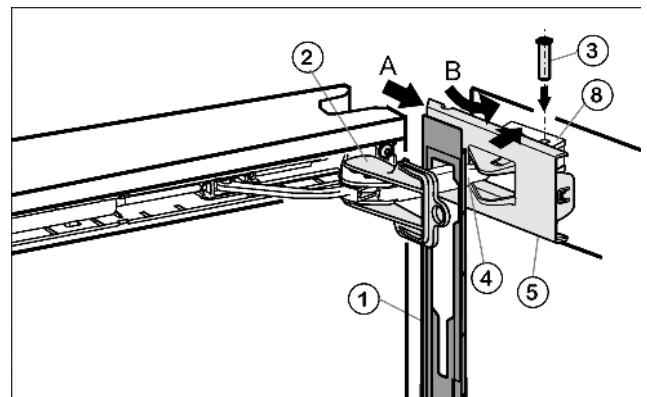

Fig. 16
- ▶ Afdekplaat *Fig. 16 (1)* op de demperbeugel *Fig. 16 (4)* inhangen zodat de sluihaken naar binnen wijzen en de voorkant naar het apparaat.
- ▶ Afdekking *Fig. 16 (5)* van buiten af opschuiven (A) en via het lagergedeelte *Fig. 16 (8)* draaien (B).
- ▶ Afdekking *Fig. 16 (5)* plaatsen en laten vastklikken tot het eerste punt.
- ▶ Demperbeugel *Fig. 16 (4)* naar het lagergedeelte toe trekken en de bout *Fig. 16 (3)* van boven insteken zodat het vierkant in de uitsparing zit.
- ▶ Afdekking *Fig. 16 (5)* nu compleet op het lagergedeelte *Fig. 16 (8)* in laten klikken.
- ▶ Beveiliging *Fig. 16 (2)* draaien om te verwijderen.
- ▶ Afdekplaat *Fig. 16 (1)* in de deur schuiven en vastklikken.